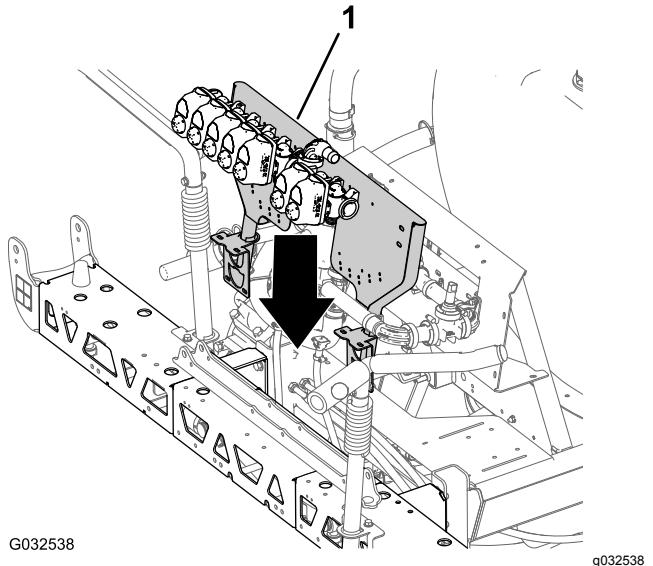

Figura 61
1. Utilizzando l'attrezzatura di sollevamento con la capacità specificata, sollevate il gruppo supporti delle valvole e valvole dell'irroratrice e allineatelo sopra la sezione della barra centrale (Figura 61).